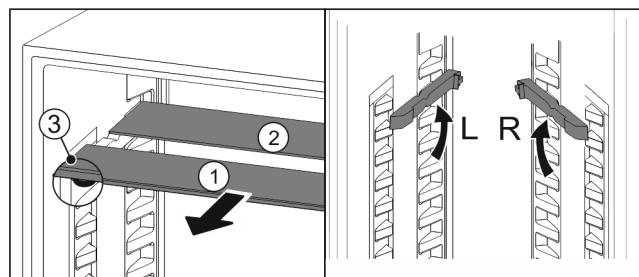

Fig. 75
- ▶ Glasplatten einzeln nach vorne herausziehen (Fig. 75 (1)).
- ▶ Glasplatte Fig. 75 (1) mit Zierleiste liegt vorne.
- ▶ Stopps Fig. 75 (3) zeigen nach unten.